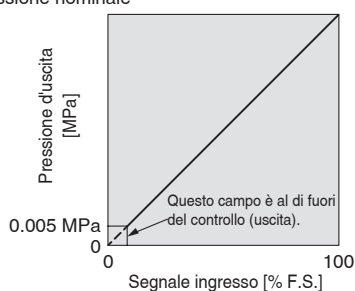

Fig. 1 Tabella delle caratteristiche di ingresso/uscita
*2 Per la relazione tra la pressione di regolazione e l'ingresso, fare riferimento alla Fig.1.